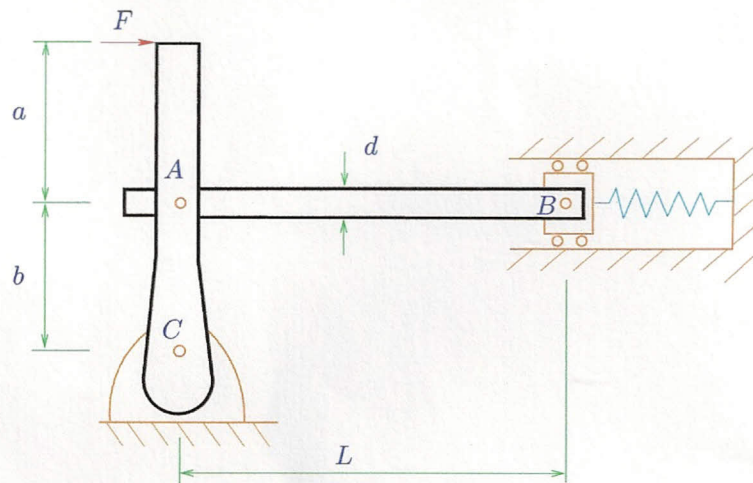

Figura 3: Sistema de control
3. En la Figura 3 se observa un sistema de control que consiste en una barra AB de acero de sección rectangular de lados d y $d/3$, conectada en el punto A por medio de un pasador al brazo CD . Una fuerza F se aplica en el punto D al brazo la que se transmite a la barra AB . ¿Cual es la mayor fuerza F que se puede aplicar sobre el brazo de modo que la barra no falle con un factor de seguridad $FS = 2$? (20 puntos)